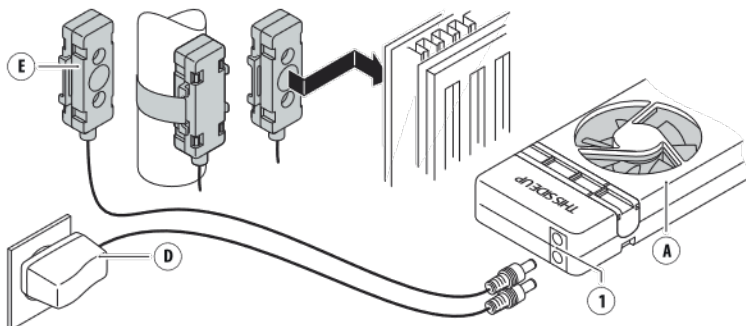

Fig. 3: Conexión del adaptador de alimentación (D) y del sensor de temperatura (E).
- Conecte el cable del **sensor de temperatura (E)** a uno de los **conectores hembra (1)** del **SpeedComfort (A)**.
- Fije el **sensor de temperatura (E)** con sus imanes ajustables (B) en la parte posterior del radiador, cerca de la tubería de suministro de agua caliente, o en la propia tubería (véase fig. 3). Ajuste las guías magnéticas al ancho correcto.
5. Conecte el **adaptador de alimentación (D)** al **conector hembra restante (1)** y a la toma de corriente (véase fig. 3).